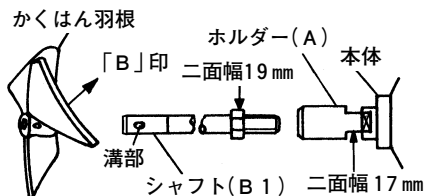

図 4
- (1) シャフト(B1)をホルダー(A)へ時計方向にネジ込み、付属品のスパナ(幅17mm)と両口スパナ(幅19mm側)でしっかり締付けます。
- (2) かくはん羽根を図4の向きにして装着し、ボルトを時計方向に締付け固定します。